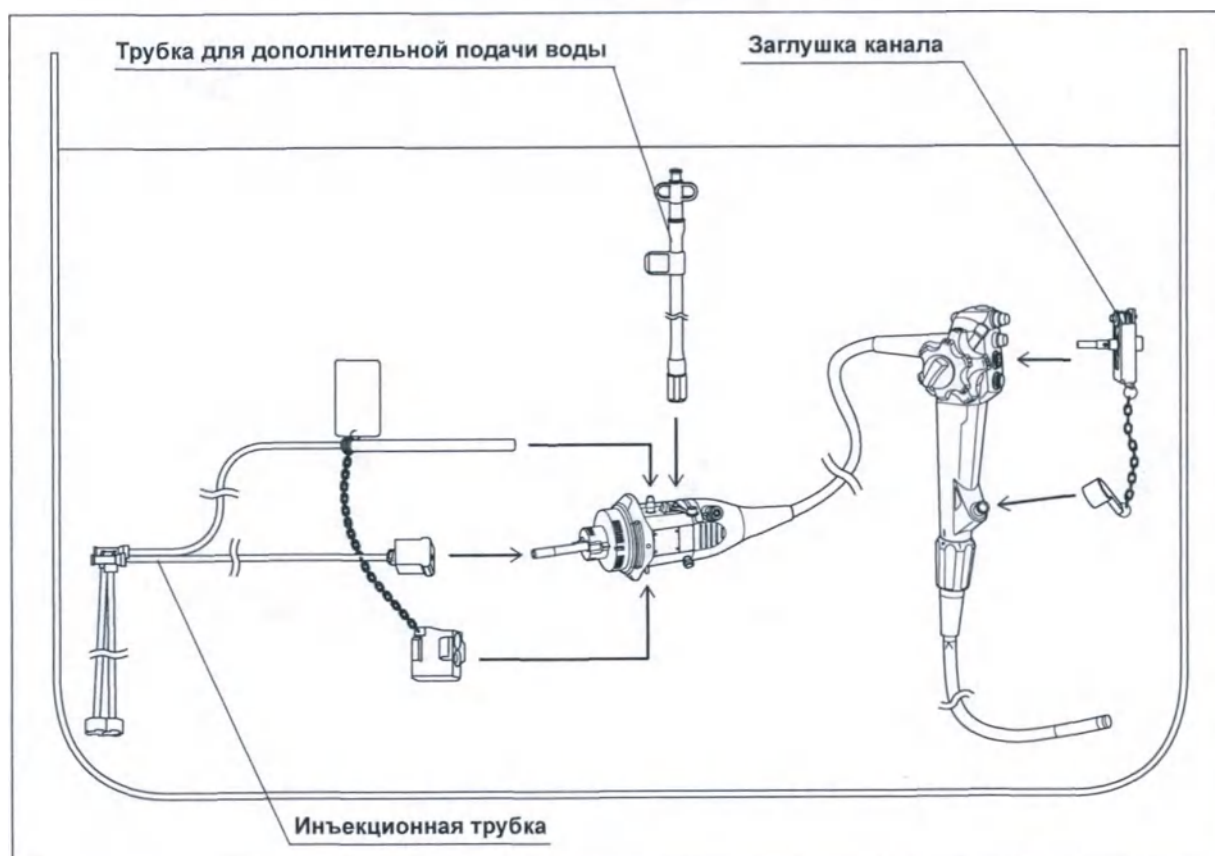

Рисунок 5.70
- 5** Присоедините к эндоскопу заглушку каналов, инъекционную трубку и трубку для дополнительной подачи воды. (см. рис. 5.70)